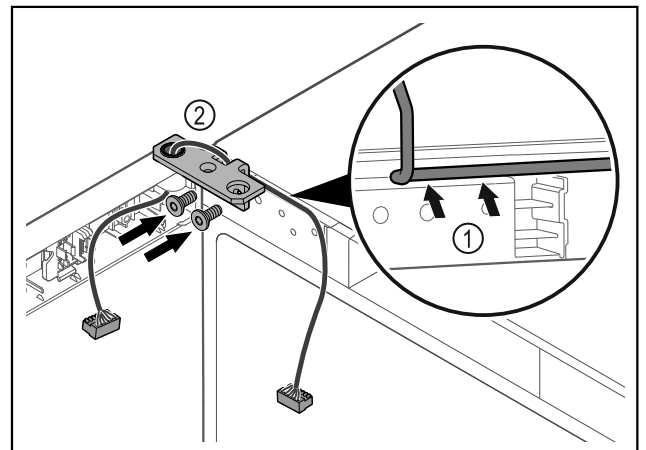

Fig. 63
- ▶ Kabel door de uitsparing van de scharnierhoek leiden en voorzichtig monteren Fig. 63 (1).
- ▶ Scharnierhoek Fig. 63 (2) vastschroeven.